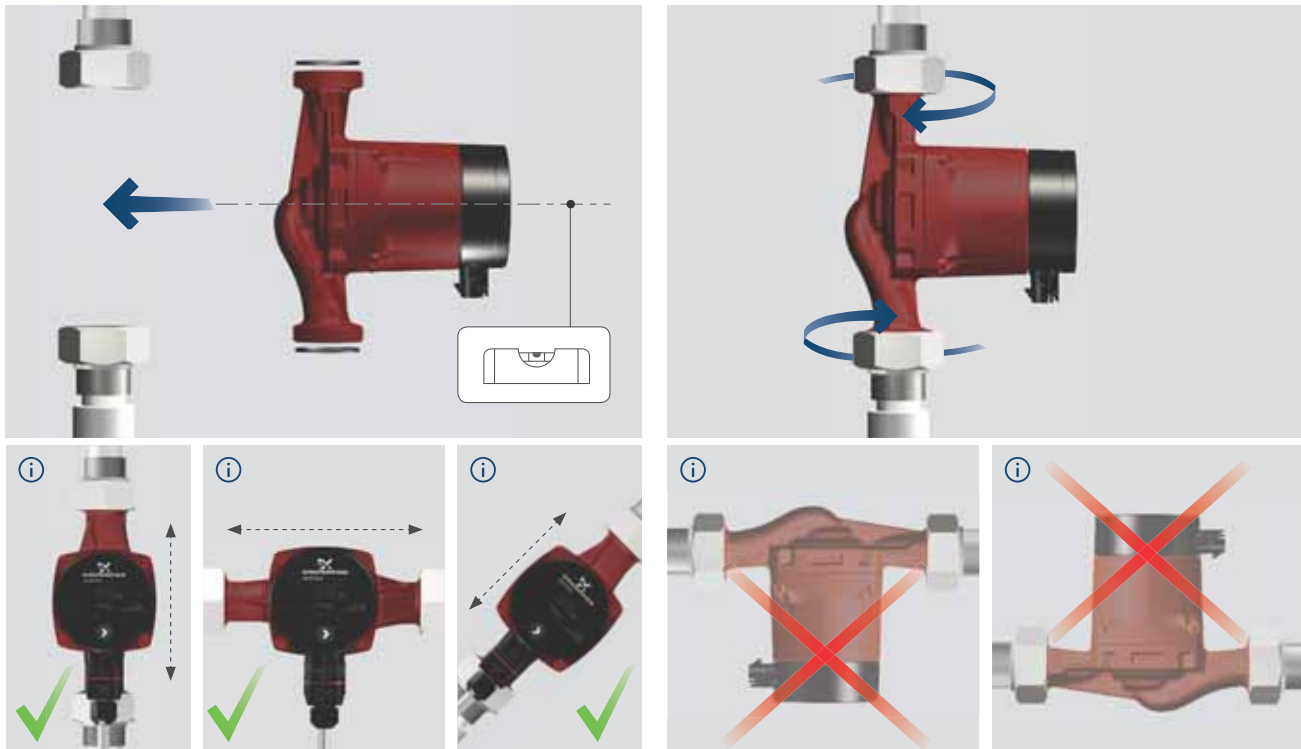

Fig. 4 Montagem do GRUNDFOS ALPHA1
- Instale o circulator com o veio do motor na horizontal. Consulte a fig. 4.